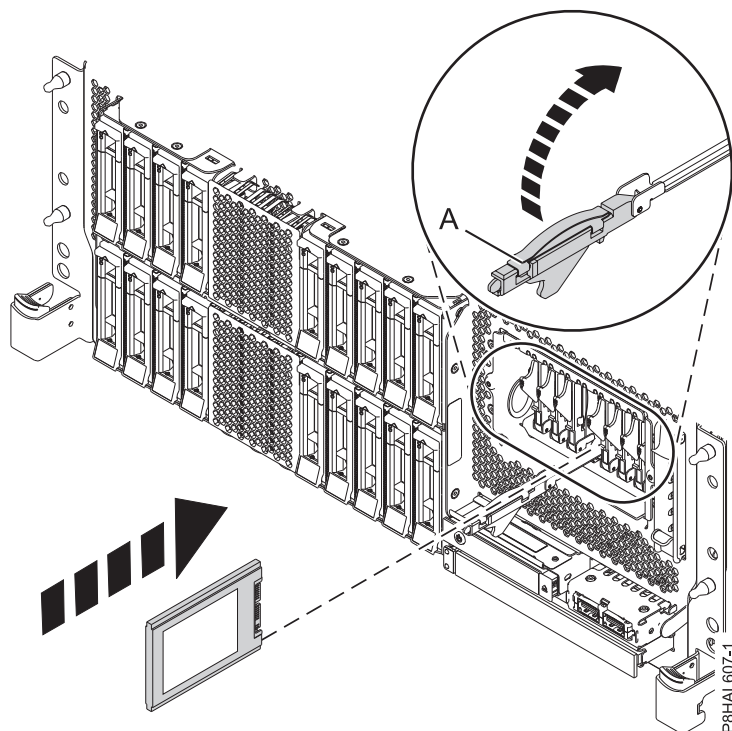
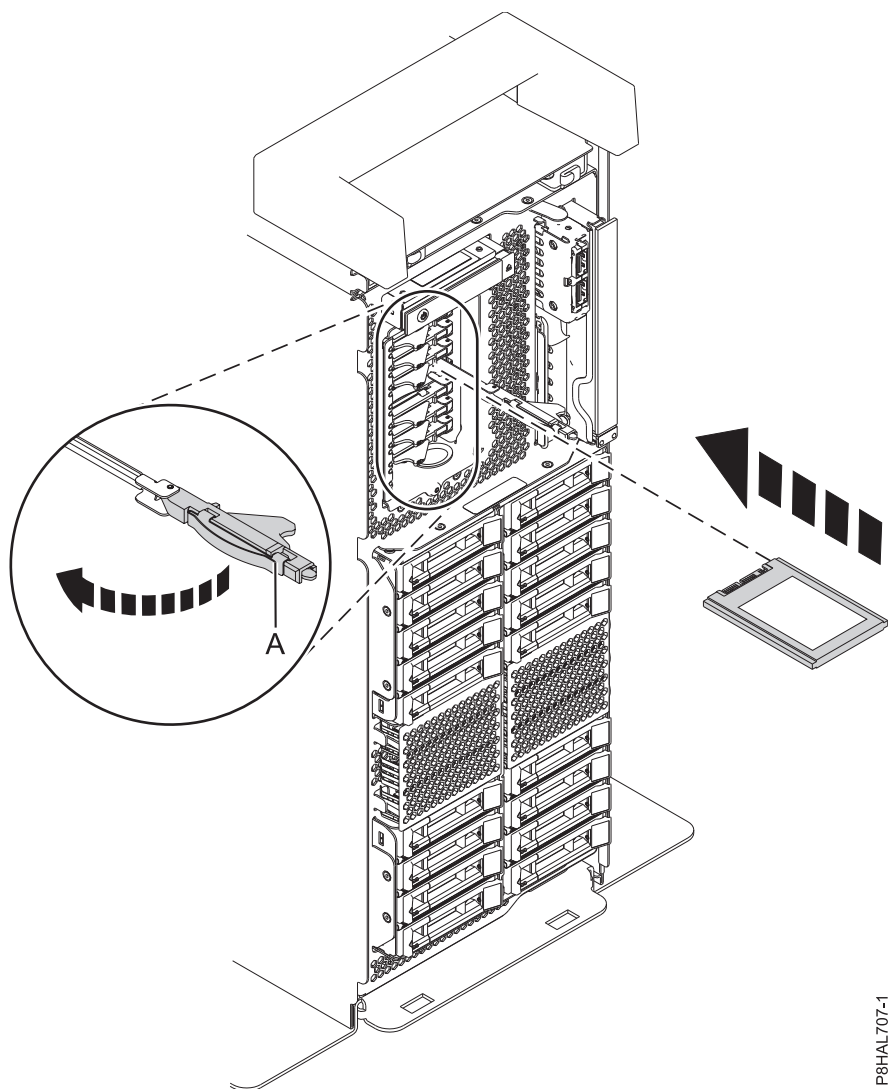

Figura 83. Substituir uma unidade SSD num sistema de função expandida montado em bastidor
Figura 84. Substituir uma unidade SSD num sistema de função expandida autónomo
12. Com a pega do compartimento de unidade de SSD (A) na posição desbloqueada, puxe a alavanca para fora para ter acesso às calhas na ranhura de SSD. Apoie a parte inferior da SSD à medida que a alinha com as calhas na ranhura de SSD. Consulte a Figura 83 na página 93 e a Figura 84 na página 94.
16. Bloqueie a unidade ao rodar a pega do compartimento (A) na direcção demonstrada em Consulte a Figura 83 e a Figura 84 na página 94.